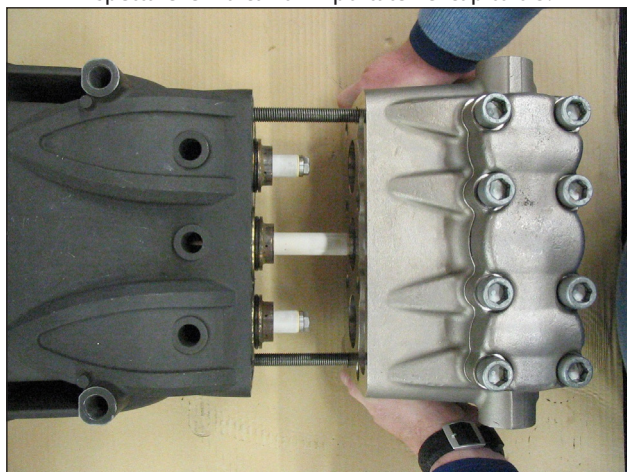

Fig. 33
- B) Lubrificare i componenti ②③⑤ con grasso al silicone Tipo OCILIS cod. 12001600; tale operazione è ritenuta necessaria anche per facilitare l'assettamento del labbro delle tenute sul pistone.
2. Utilizzando due viti - spina di servizio (cod. 27508200) fissate al carter come indicato in Fig. 33, posizionare la testata completa, assicurarsi che sia centrata solo sul pistone centrale.